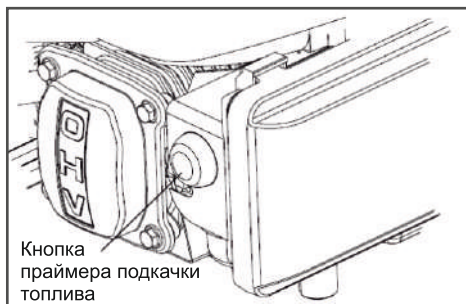

Рис. 8
2. Нажмите кнопку праймера до упора Рис.8 три раза. После каждого нажатия следует подождать две секунды.